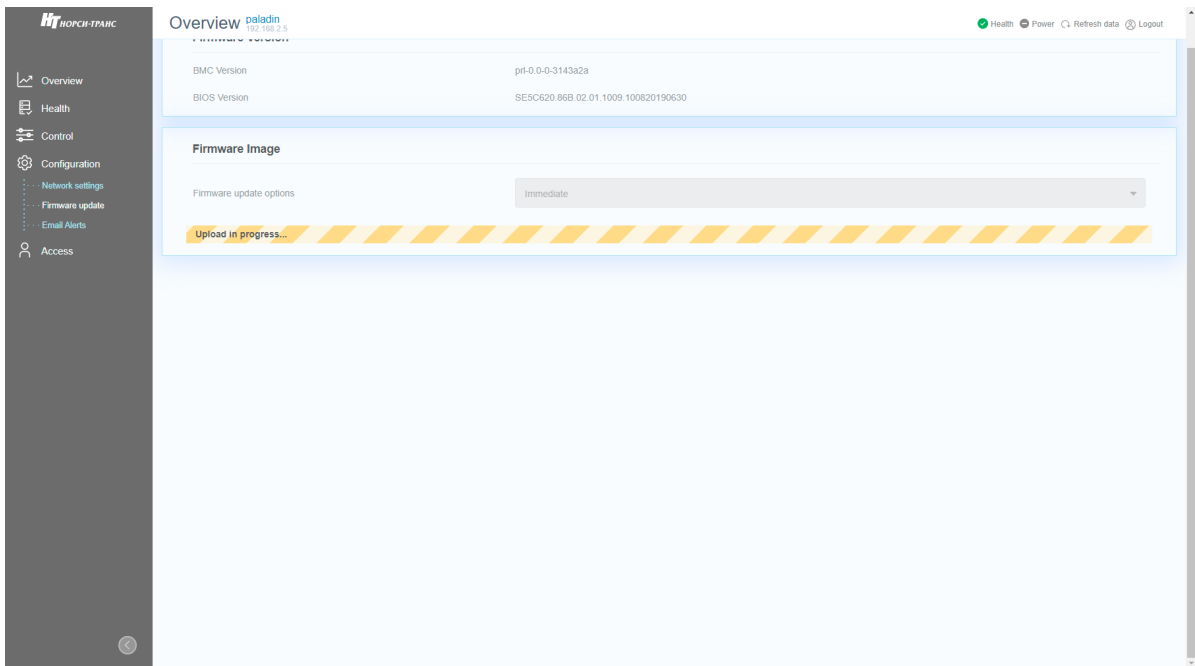

Рис. 87. Окно процесса установки обновления
- 6) После нажатия кнопки «UPLOAD FIRMWARE» появится окно установки обновления. Окно показано на рис. 87 Окно процесса установки обновления.